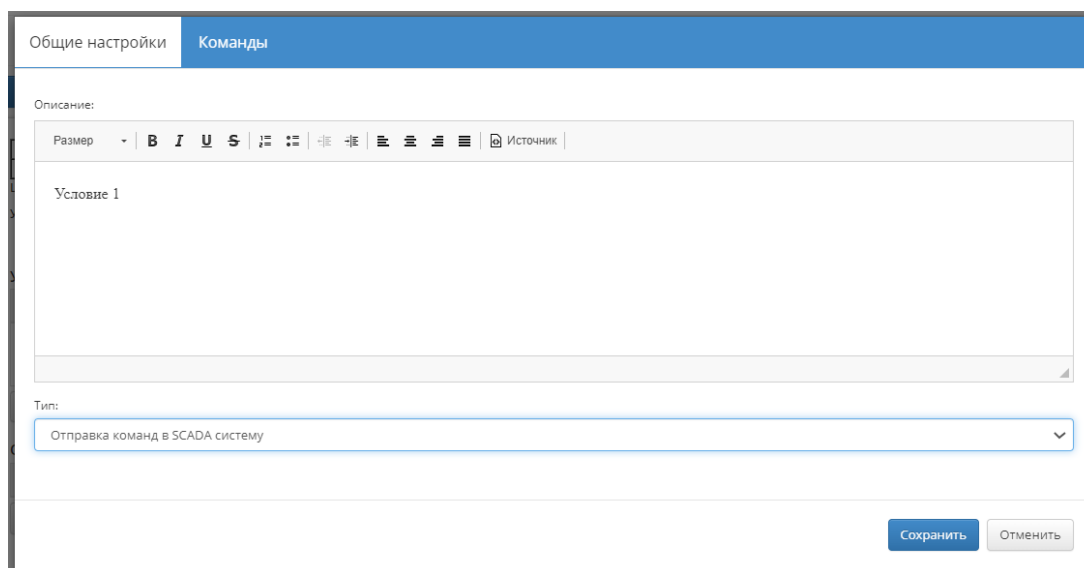

Рисунок 4.2-9– Модальное окно редактирования условия
– При нажатии на кнопку редактирования, откроется модальное окно редактирования текущего условия (Рисунок 4.2-9). В данном окне Вы можете внести подробное описание условия, поменять тип источника, а также заполнить данные команд в соответствующей вкладке при необходимости.